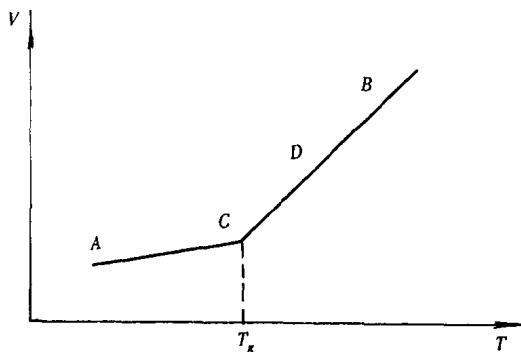

图 0.2 硫化橡胶的比容-温度曲线
(1) 在液氮中冷却的硫化天然橡胶 如将这种橡胶快速地在液氮中冷却, 然后加热, 我们可得到如图 0.2 所示的比容-温度曲线。
在低温时(图中 A 区域)，橡胶表现为刚性体，但其刚性只及金属的十分之一或百分之一。在高温时(图 0.2 中 B 区域)，橡胶表现为弹性体。但其刚性约只及在 A 时的千分之一，而且延伸可高达原长的四倍而不致断裂，同时力和延伸的关系已不是线性关系。此外，硫化橡胶不会变为粘性流体。因此，我们可以说硫化橡胶在分解温度到达之前总是固体。
在图 0.2 中的 D 区域, 温度稍高于  $T_g$ , 它表现为弹性体(如力较小, 施加后即移除)。但如果力不移除, 未硫化橡胶的变形会随时间增加, 而且是不能恢复的, 这种永久性的变形称为冷流动。在短时间的实验中, 它是弹性体, 而在长时间的实验中, 它表现出粘性, 即时间依赖性, 而且表现出流体的性质, 我们称之为粘弹性液体(Viscoelastic liquid)。